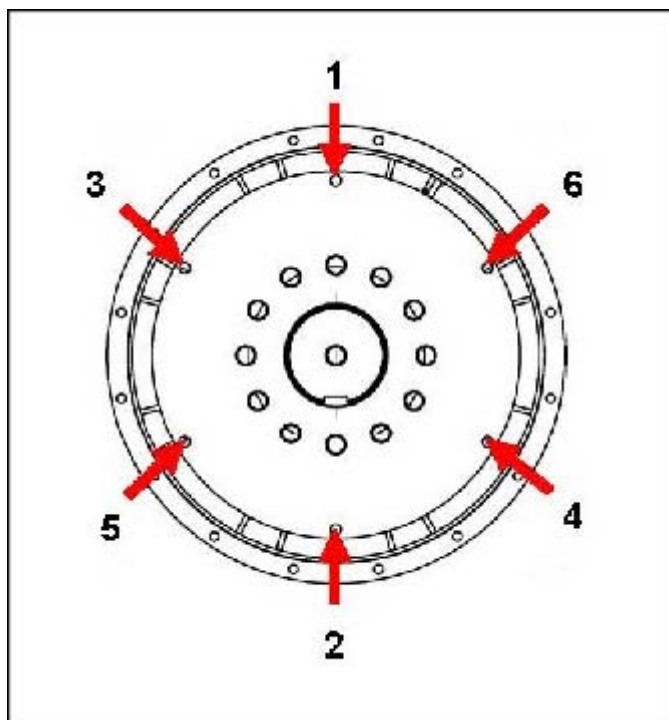

FIGURA 23. SEQUÊNCIA DE FIXAÇÃO NO VOLANTE DO MOTOR
10. Aperte os parafusos para fixar o disco de acoplamento no volante do motor, de acordo com a seqüência ilustrada em Figura 23 na página 43